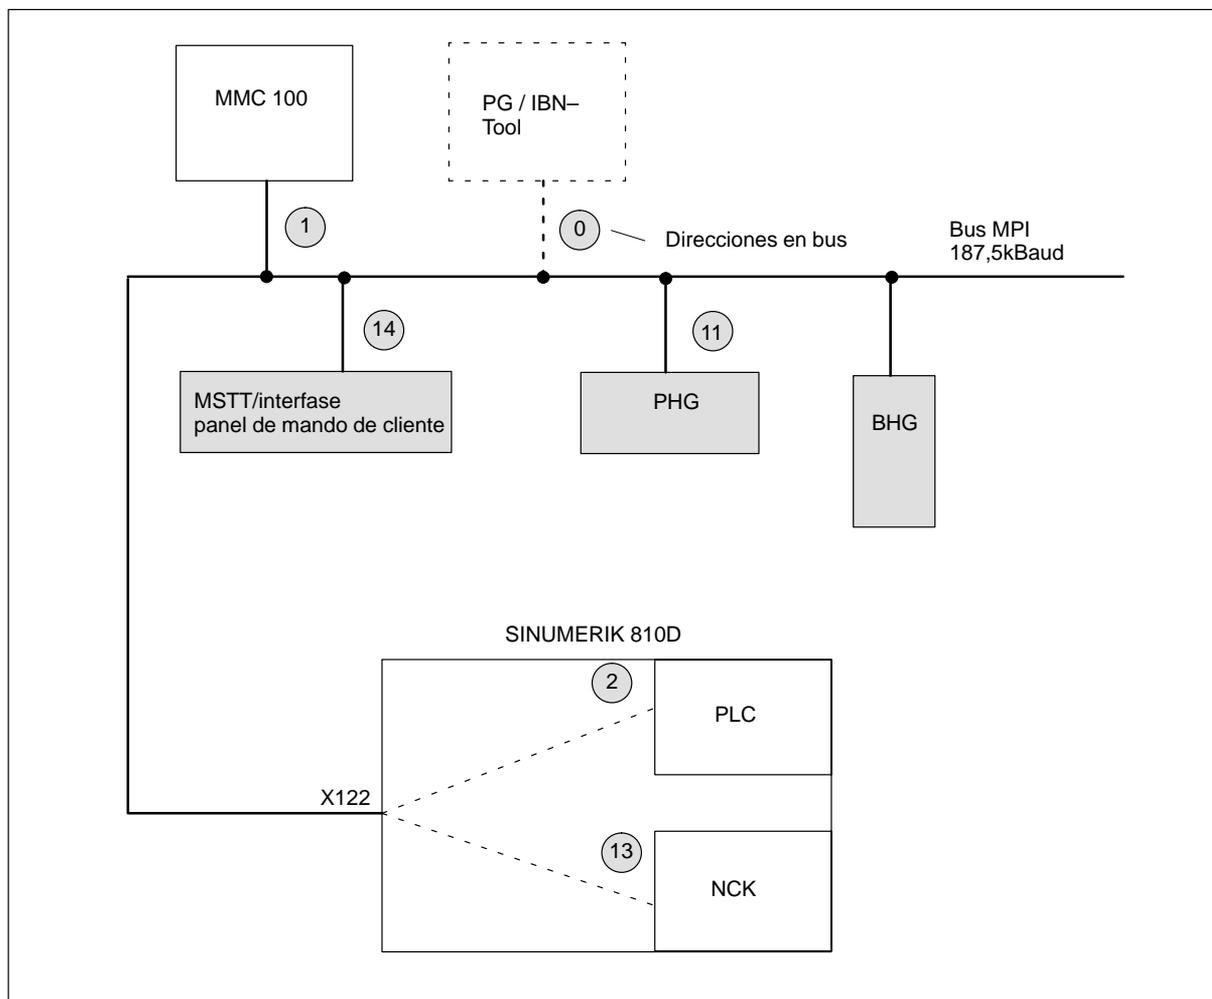

Figura 3-5 Ejemplo de configuración de MTT (ó PHG) con el SINUMERIK 810D
2. Entrar las áreas de datos para la recepción o la emisión de la figura 3-5.